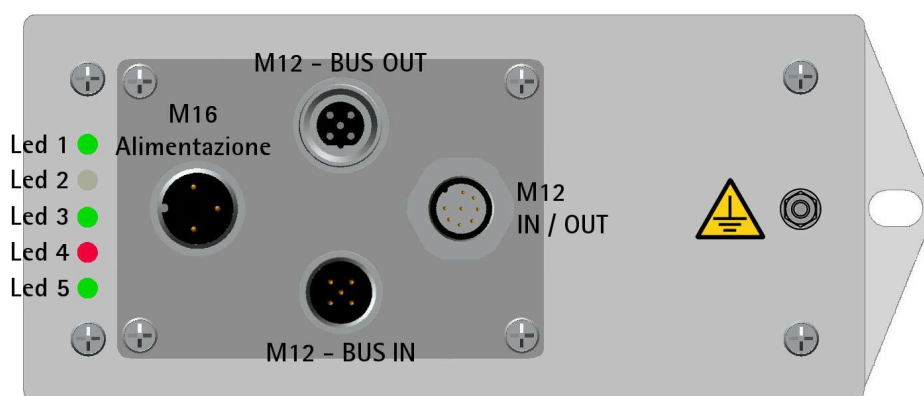

Figura 3: Connessioni elettriche e led di diagnostica
4.1 Collegamento messa a terra (Figura 3)
4.2 Connettori (Figura 3)
4.3 Indicatori LED (Figura 3)
Cinque led, posizionati in prossimità del connettore di alimentazione (si veda la Figura 3), segnalano visivamente la condizione di funzionamento dell'interfaccia Modbus e del dispositivo, come esplicitato nella seguente tabella: